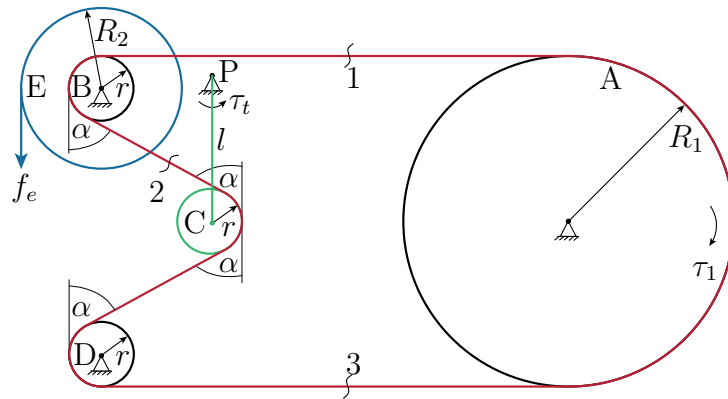

Abbildung 1: Seiltrieb.
1. Mit dem in Abbildung 1 dargestellten Seiltrieb soll mithilfe der Antriebsrolle A (Radius R_1) eine Kraft f_e über ein Seil auf die Rolle E (Radius R_2) ausgeübt werden. Die Rollen E und B (Radius r) sind fest miteinander verbunden. Das Seil wird reibungsfrei über eine Spannrolle C und eine Umlenkrolle D, welche jeweils den Radius r haben, geführt. Die Spannrolle ist an einem Arm der Länge l befestigt auf welchen das Moment τ_t wirkt. Die Rollen werden masselos angenommen. Zwischen dem Seil und der Antriebsrolle A sowie der Rolle B herrscht Haftung, sprich, das Seil rutscht nicht durch. 13 P. |